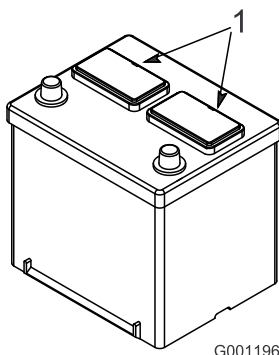

Figure 21
1. Nettoyez le dessus de la batterie puis retirez les bouchons d'aération (Figure 21).